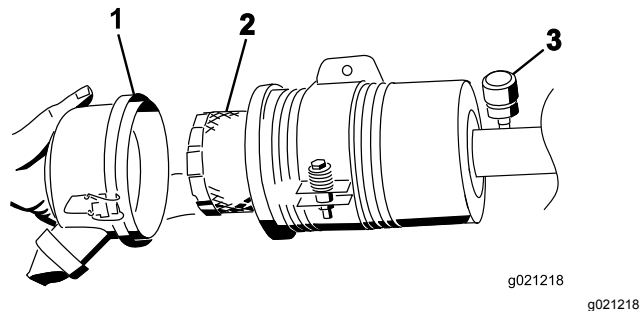

Figura 84
6. Retire y cambie el filtro (Figura 84).